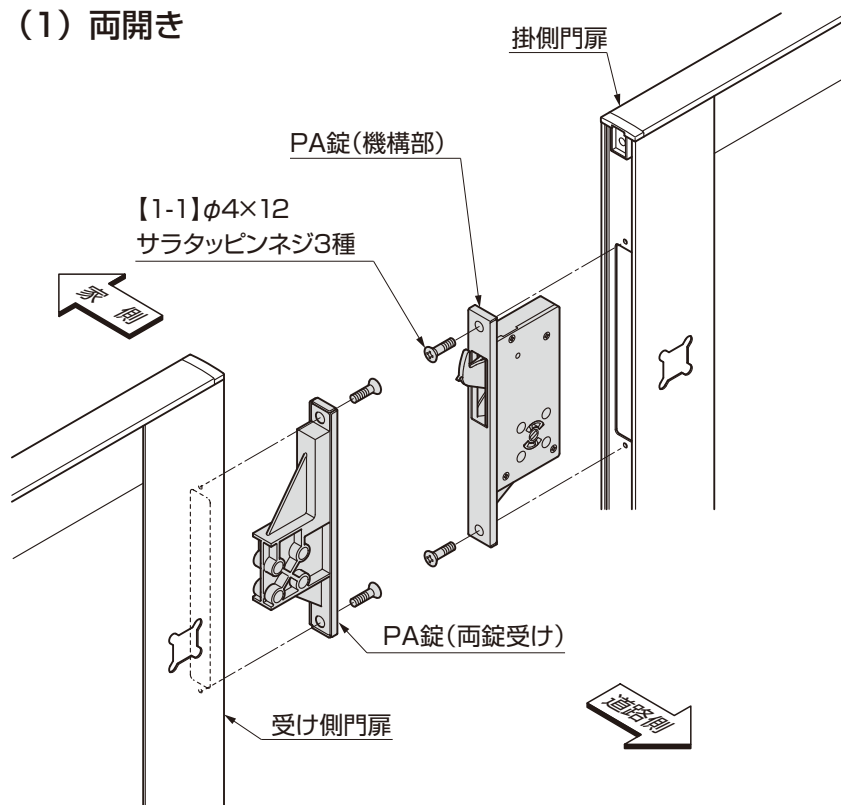

図3-1
- ①図3-1にしたがってPA錠(機構部)、PA錠(両錠受け)を【1-1】で取付けてください。